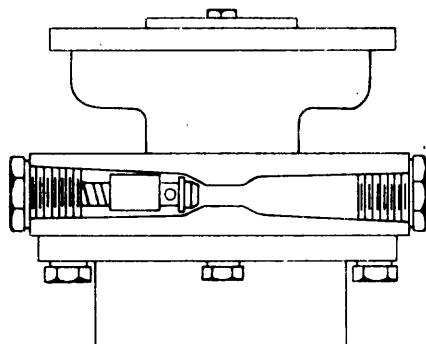

Fig. 4
*Válvula de desahogo* (fig. 4)